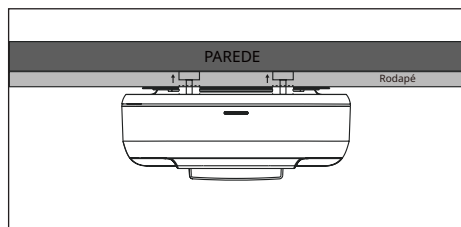

Figura 1
4. Durante o funcionamento normal, mantenha um espaço livre e desobstruído de 100 cm à frente e de 50 cm nos lados esquerdo e direito. (consulte a Figura 1)